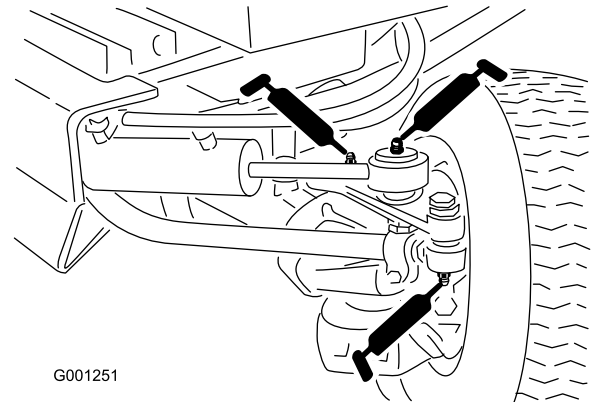

Figura 45
- estremità dei tiranti (2) (Figura 45)
- estremità dell'asta del cilindro (2) (Figura 45)
- perni sterzanti (2) (Figura 45)
- perno del fuso a snodo dell'assale (Figura 45)